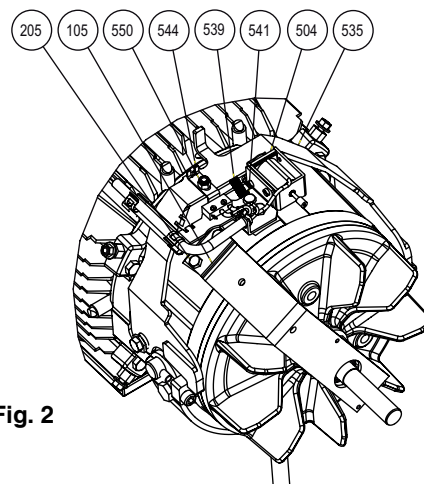

Fig. 2
Togliere le due viti **rif. 538** con le due bussole eccentriche **rif. 537** e smontare la staffa **rif. 535**. (Fig. 2 e 3).
4.2 - Staffa a naselli (fig. 2 e 3)